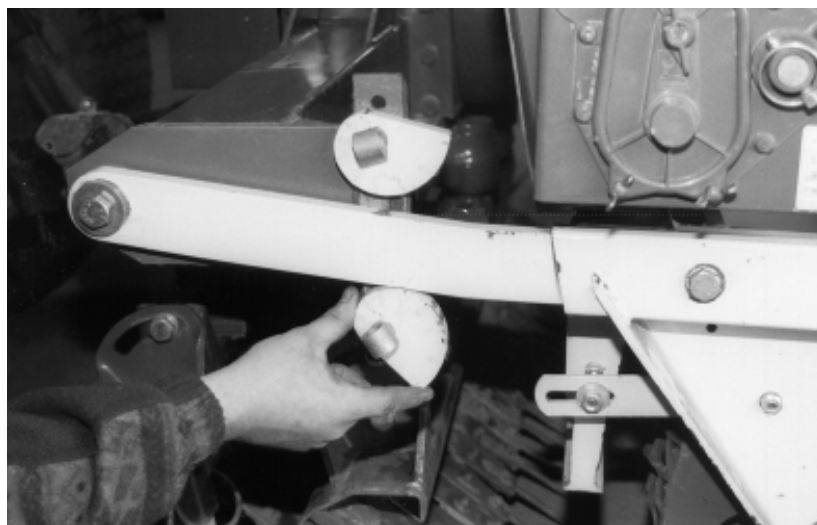

fig. 22
- Roter de nedre skivene til støttestengene er blokkert (fig. 22/1).